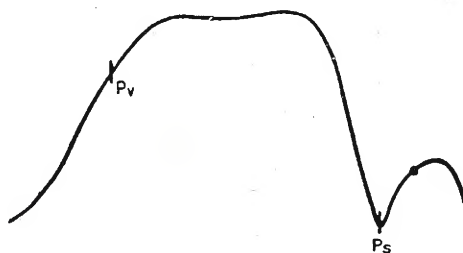

Fig. 10.50.
13) Rimettere l'elemento attenuatore tra il piedino 2 della V3 e massa e ricontrollare l'allineamento della L24 sul selettore (max uscita). La curva (vista con vobbulatore ed oscilloscopio) deve risultare come in fig. 10.50.